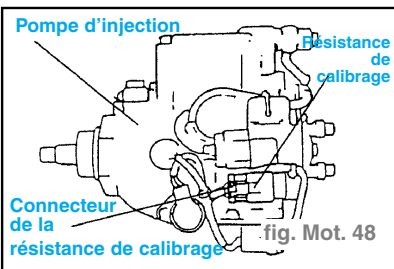

fig. Mot. 48
- Déposer le connecteur de la résistance de calibrage au niveau de la pompe d'injection. (fig. Mot. 48)